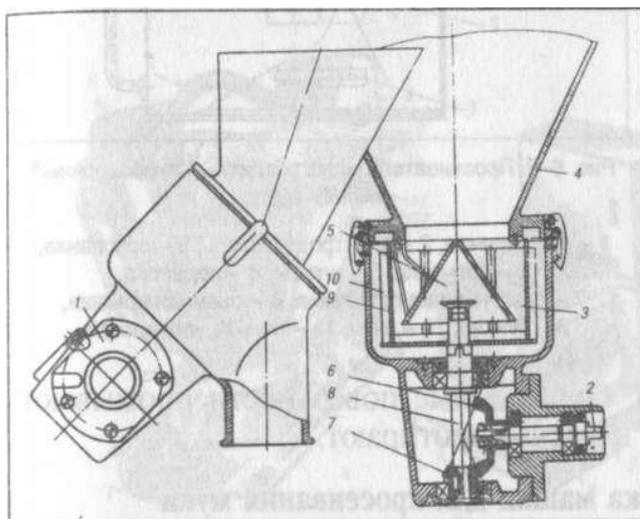

Рис. 6-2. Просеиватель МС24-300
2. Просеиватель МС24-300 (рис. 6.2) является сменным исполнительным механизмом к универсальному приводу ПУ-0,6. Он состоит из корпуса, конического редуктора с хвостовиком, просеивающего барабана и бункера загрузочного с прикрепленным к нему рассекателем. На рабочем валу редуктора установлен барабан, который состоит из каркаса и металлической сетки. В комплект машины входят три сменных барабана с разными размерами ячейки сита: 1,4, 2,8 и 4 мм.